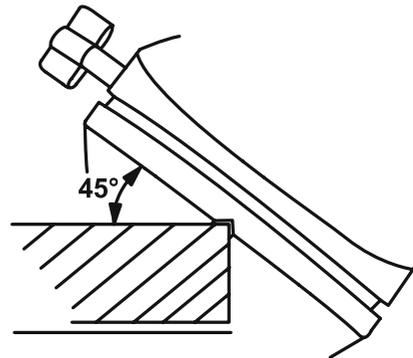

Рис. 4
4.5. Снятие необходимой фаски осуществляется перемещением рубанка по углу заготовки с использованием паза подошвы 9 (рис. 4).